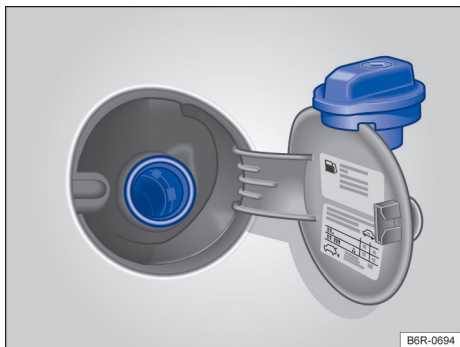

Fig. 111 Portinhola do tanque de combustível aberta com a tampa do tanque de combustível pendurada.
- Girar a tampa do tanque no sentido anti-horário e pendurá-la em cima da portinhola do tanque de combustível → Fig. 111.